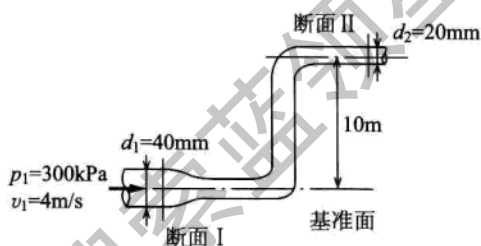

图 3 管路
当水从图 3 所示的管路流过时,断面 I 处的内径是 40 mm,平均流速是 4 m/s,水压为 300 kPa,断面 II 处的内径是 20 mm,求该处的流速、压力水头和水压是多少?
然后,确定图 3 所示的基准面,分别将 $z_1 = 0 \text{ m}$, $p_1 = 300 \times 10^3 \text{ Pa}$, $v_1 = 4 \text{ m/s}$, $v_2 = 16 \text{ m/s}$, $z_2 = 10 \text{ m}$, $\rho = 1000 \text{ kg/m}^3$, $g = 9.81 \text{ m/s}^2$ 代入式①